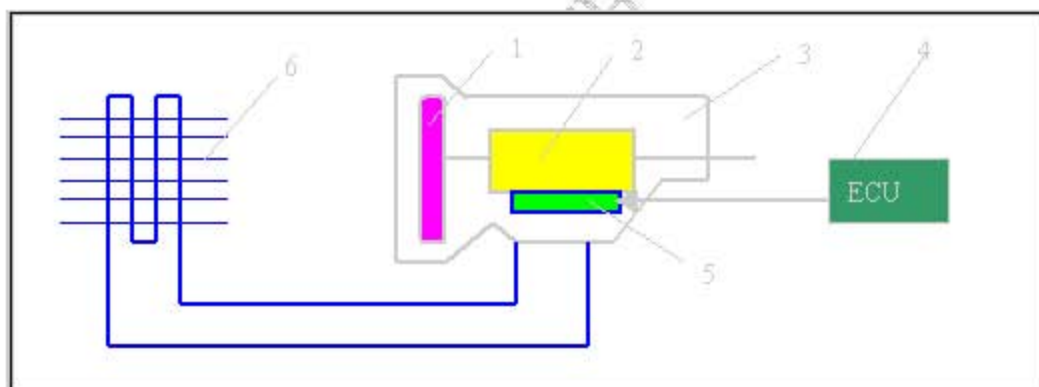

图 1
- 1). 帕萨特 (PASSAT B5 1.8GSI) 装配的大众 01N 变速箱由变扭器、行星齿轮系、液压控制系统、电子控制系统、冷却系统等组成, 如图 1 所示, 结构复杂。所以诊断、排除异响, 将是自动变速箱维修中很大的挑战。因为引起这些异响的部件并不总是能够用肉眼能够看出它是否损坏。与自动变速箱相关的异响, 有许多类型: 变扭器、油泵、行星系、轴承、差速器以及装配 (装车) 错误引起的异响。